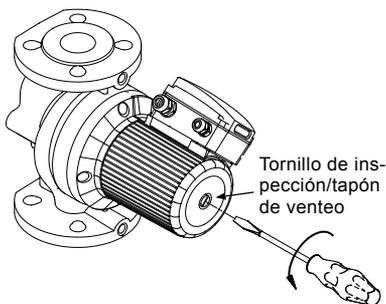

Fig. 12 Extracción del tapón de venteo
**Si es preciso aflojar el tornillo de venteo, tome precauciones para evitar que un posible escape de líquido a gran temperatura provoque lesiones personales o daños a los componentes (consulte la fig. 12).**
3. Inserte un destornillador pequeño de punta plana en la ranura del extremo del eje del motor (consulte la fig. 12). Haga girar el eje con el destornillador para asegurarse de que puede hacerlo libremente.